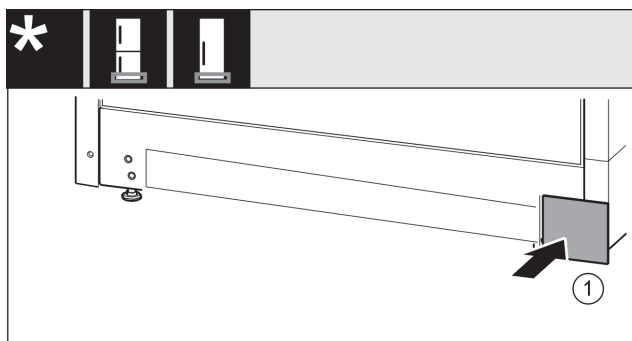

Fig. 20
- Kryt Fig. 20 (1) opět nasadíte na druhé straně.